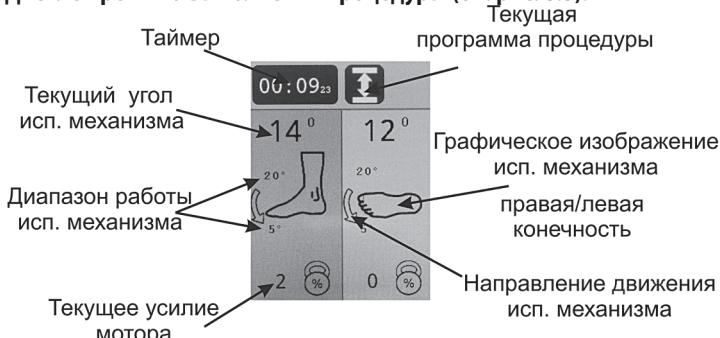

Рисунок 8.3 – Дисплей режима выполнения процедуры
## 8.1 Дисплей режима выполнения процедуры (см. рис. 8.3).
- В зоне А: заданный пользователем диапазон работы, текущее положение (угол) в градусах (аналогично рис. 8.3) для механизма А, а также меню его установок.
- В зоне В: заданный пользователем диапазон работы, правая (левая) конечность, текущее положение (угол) в градусах (аналогично рис. 8.3) для механизма В, а также меню его установок.
Запуск процедуры осуществляется кнопкой . Запуск возможен только когда отображается основной экран, при этом дисплей переходит в режим выполнения процедуры (см. рис. 8.3).
<p>Переключение нагрузки (схема блокировки)</p> <p>Мотор автоматически переключается на противоположное движение, когда сопротивление пациента (нагрузка) превышает заданное значение.</p> <p>Настраивается от 1% до 99% с шагом 1%. В случае, если после изменения направления движения нагрузка вновь превышает установленное пороговое значение достаточно длительное время, то система управления фиксирует состояние перегрузки моторедуктора и выдаёт сообщение об ошибке с соответствующим кодом.</p> <p>При установке значения, превышающего 99%, появляется значок , означающий отключение функции. При этом на дисплее в режиме выполнения процедуры (см. рис. 8.3) отображается текущее значение нагрузки рядом с иконкой , функция переключения нагрузки не работает, мотор развивает максимальное усилие.</p> <p> ВНИМАНИЕ! Одинаковое установленное значение уровней блокировки для пользователей с разной массой отличается. Для каждого пользователя установка подбирается индивидуально.</p> <p> ВНИМАНИЕ! Переключение нагрузки (схема блокировки) является функцией безопасности, для защиты пациента в случае возникновения спазмов, судорог, блокады суставов и других аналогичных ситуаций. Производитель несет ответственности за неправильное использование данной функции.</p>